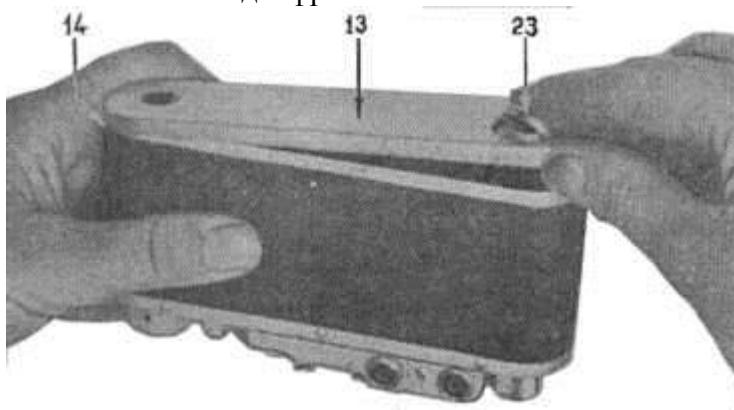

Рис. 2
23. Замок на нижней крышке (не виден, см. рис. 2).
Возьмите камеру так, как показано на рис. 2. Поднимите дужку замка 23 и поверните ее против часовой стрелки2 на пол-оборота, чтобы стрелка замка указывала на знак «Открыто».